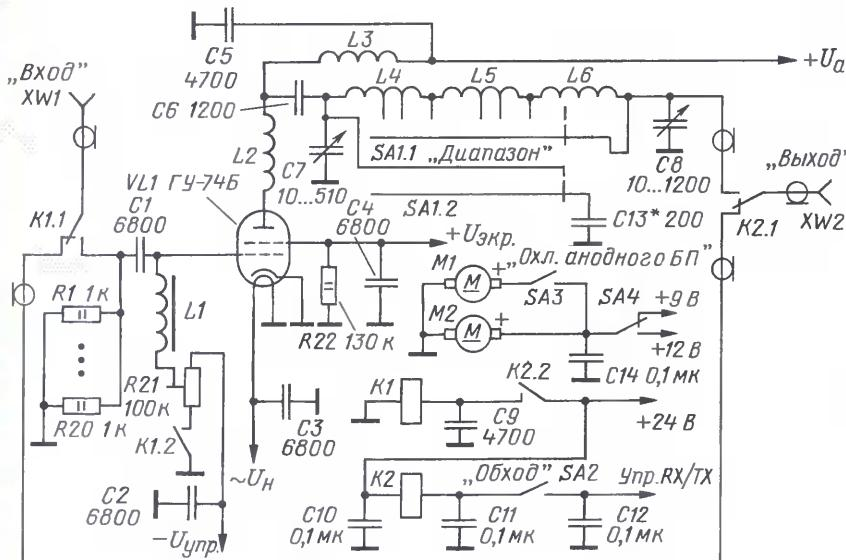

Рис. 1
**У**силитель, его схема представлена на рис. 1, собран по схеме с общим катодом. В режиме передачи сигнал с трансивера (необходимое напряжение возбуждения порядка 30 В) через входное гнездо XW1 и конденсатор C1 поступает на управляющую сетку лампы VL1. Резисторы R1—R20 служат эквивалентом нагрузки 50 Ом 40 Вт, обеспечивая согласование усилителя с трансивером. На управляющую сетку лампы че-
Переключатель SA2 в положении, показанном на схеме (рис. 1), блокирует работу реле, исключая возможность